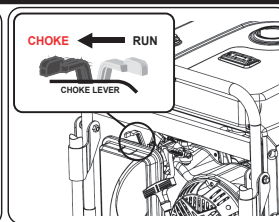

Fig 10
- Deslice la palanca del estrangulador a la posición "Choke". (fig 10) **OMITA ESTO SI EL MOTOR ESTÁ CALIENTE O CALIENTE.**